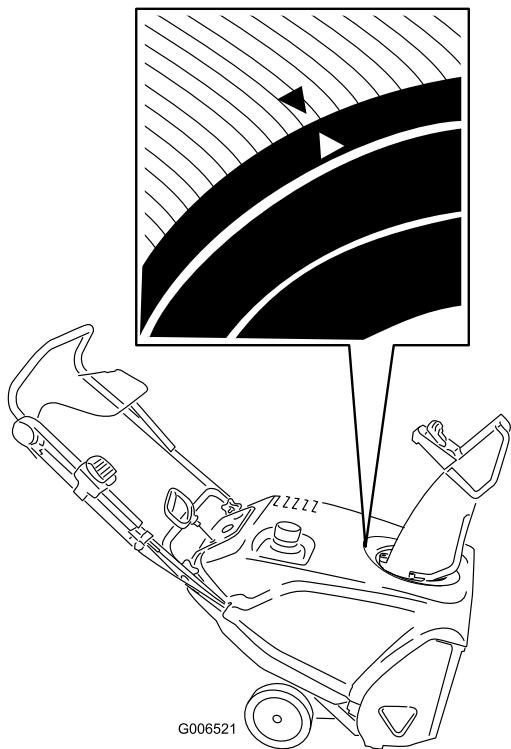

Figure 43
3. Tournez le déflecteur en avant, en alignant la flèche située à l'arrière sur celle située sur le carénage (Figure 43).